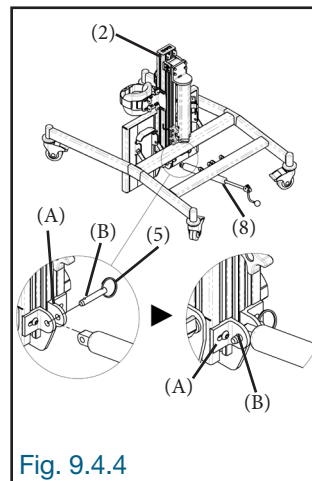

Fig. 9.4.4
9.4.4 Fixer le vérin (8) au support (A) du châssis (2) en insérant la goupille à dégagement rapide (5) (Fig. 9.4.4). S'assurer que le verrou (B) de la goupille soit complètement dégagé de l'autre côté du support (A) afin qu'elle soit bien verrouillée.